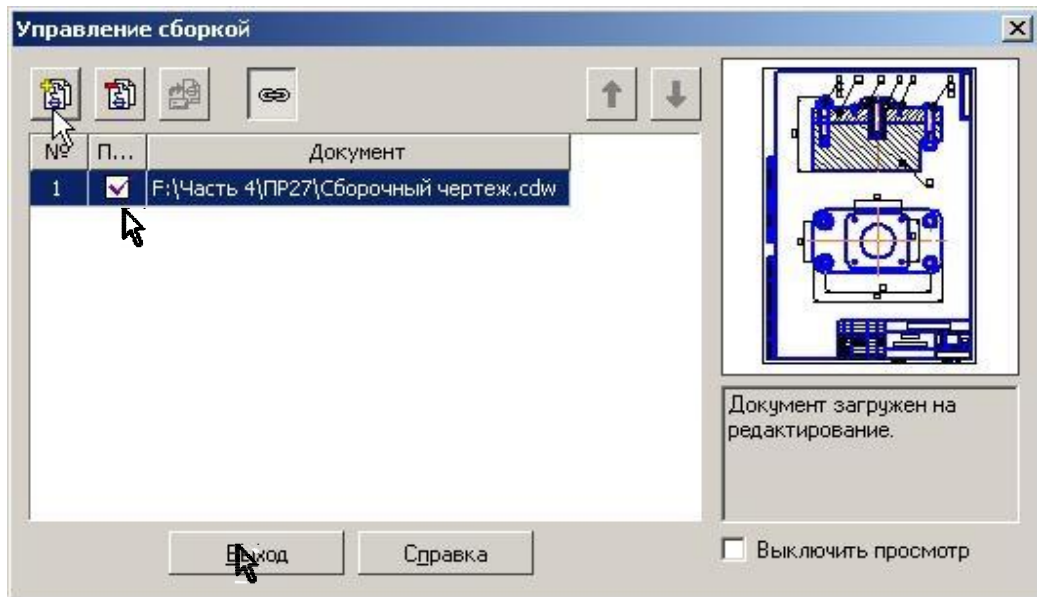

Рис. 30
3) Подключите к спецификации сборочный чертеж. Сделайте активным окно спецификации. Выполните команду **Сервис – Управление сборкой** или нажмите кнопку  на панели. В диалоговом окне **Управление сборкой** нажмите кнопку **Подключить документ**, рис. 30, и подключите сборочный чертеж. В спецификации появились все объекты. Сохраните документ.